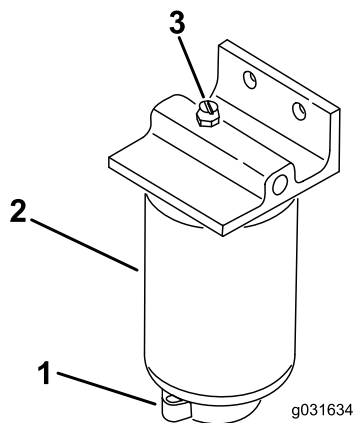

Figure 49
2. Desserrez le robinet de vidange au bas du filtre (Figure 49).
1. Nettoyez la surface de montage du filtre (Figure 49).